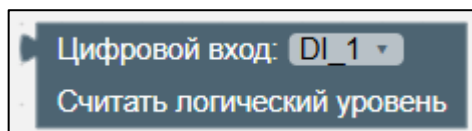

Рисунок II-38 – Цифровой вход
3. Цифровой вход (см. Рисунок II-38 – Цифровой вход):